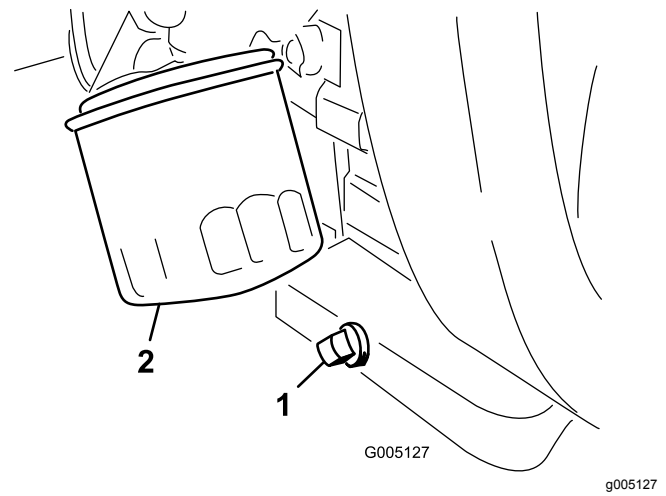

**Figura 46**
4. Si el elemento de gomaespuma está sucio, sepárelo del elemento de papel (Figura 46). Límpielo a fondo, de la manera siguiente: